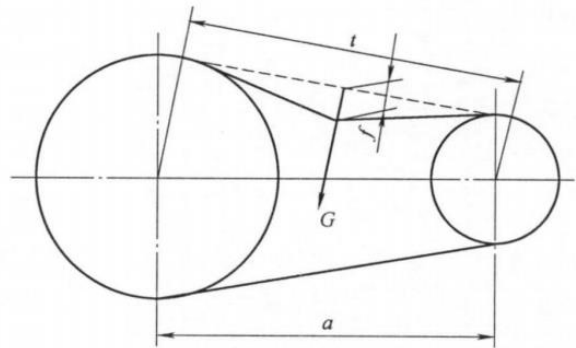

图 12-9 同步带安装挠度
- 步骤7. 调整同步带至合适的张紧力（如图 12-9）；同步带频率 96-100 Hz，亦可采用压力法测量，压力 $G=1.7\text{ N}$ ，变形 $f=3.2\text{ mm}$ 。
- 步骤7. 调整同步带至合适的张紧力（如图 12-9）；同步带频率 101-106 Hz，亦可采用压力法测量，压力 $G=0.9\text{ N}$ ，变形 $f=2.2\text{ mm}$ 。